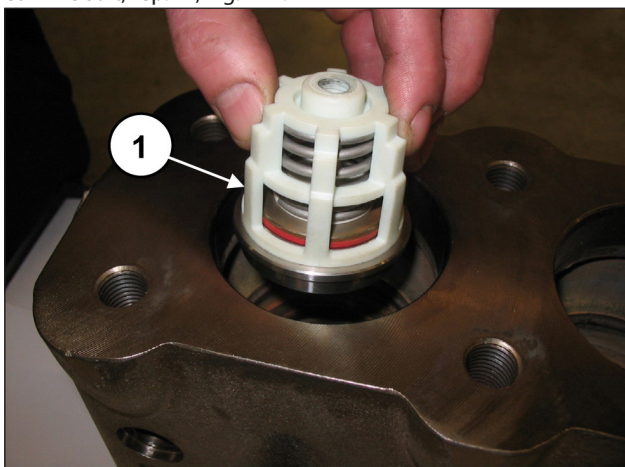
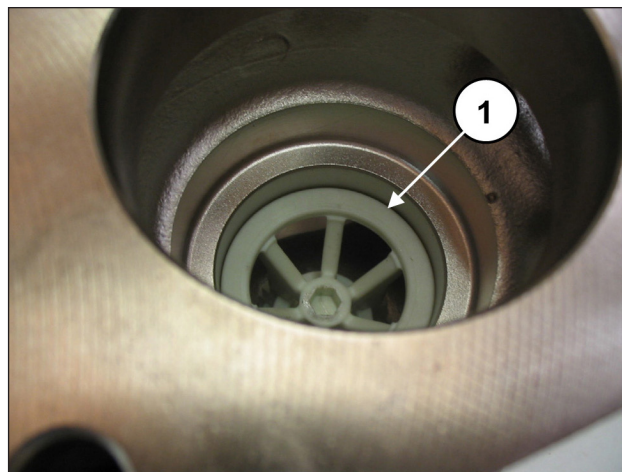

Fig. 113
Fig. 114
Insérer le groupe soupape d'aspiration (rep. ①, Fig. 113) puis l'entretoise (rep. ①, Fig. 114).
Pousser à fond le groupe soupape qui devra se présenter comme suit, rep. ①, Fig. 114.